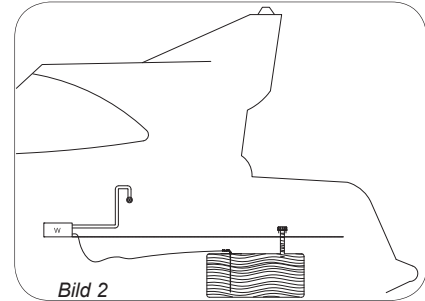

Bild 2
2. Bränslenivån kan höjas tillfälligt ovanför värmaren/spisen (t.ex. i bränsletankens påfyllningsrör eller när båten lutar sig). Bild 2.